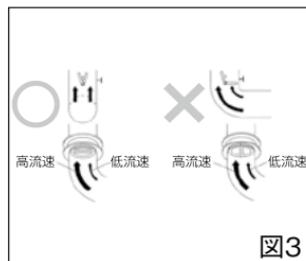

図3
- !** F. バルブをエルボなど曲がりの近くに配管する場合は、偏流の影響により振動、騒音、弁体作動のアンバランスなどを起こすことも考えられます。このような場合、バルブ呼び径の4倍以上離す、もしくはバルブ上流側に十分な直管部を設けるほか、各弁体にかかる流体圧を均等化するため、弁棒方向も配慮して取付けるようにしてください。(図3)